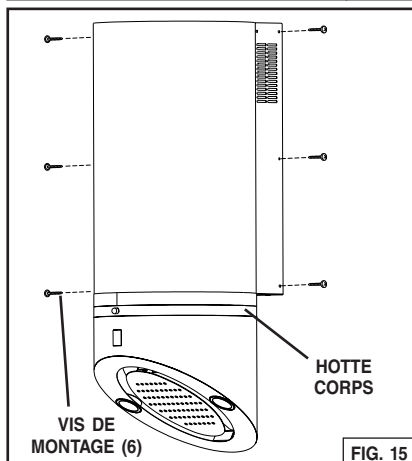

FIG. 15
3. Séparez le corps de la hotte du cadre de la soufflante en dévissant les six (6) vis de montage (Fig. 15). Retirez le cadre de la soufflante du carton d'expédition.